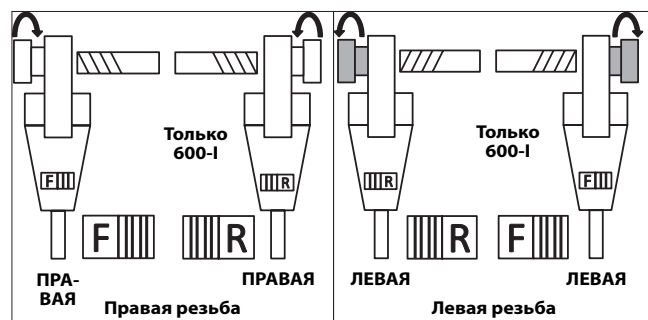

Рис. 10 – Расположение скользящего переключателя/ резьбонарезной головки
7. Установите скользящий переключатель F/R в соответствии с требуемой правой или левой резьбой. См. рис. 10.